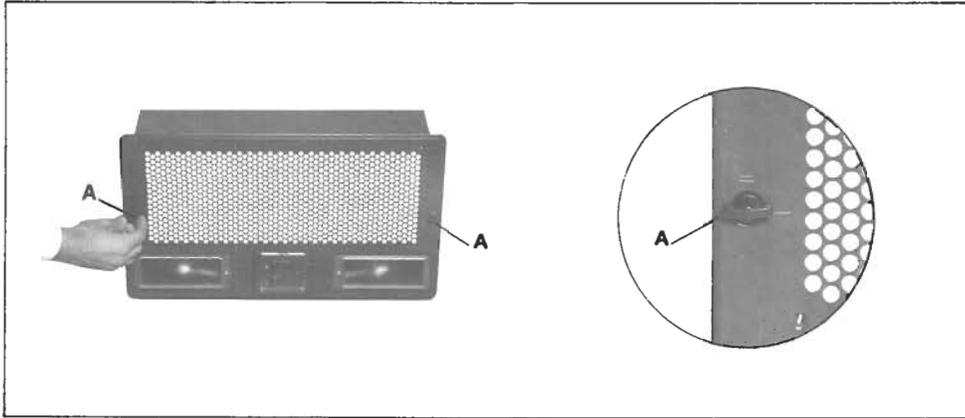

Fig. 2
- b) ouvrir la grille en tournant les boutons "A" (Fig. 2).
(Fig. 2).